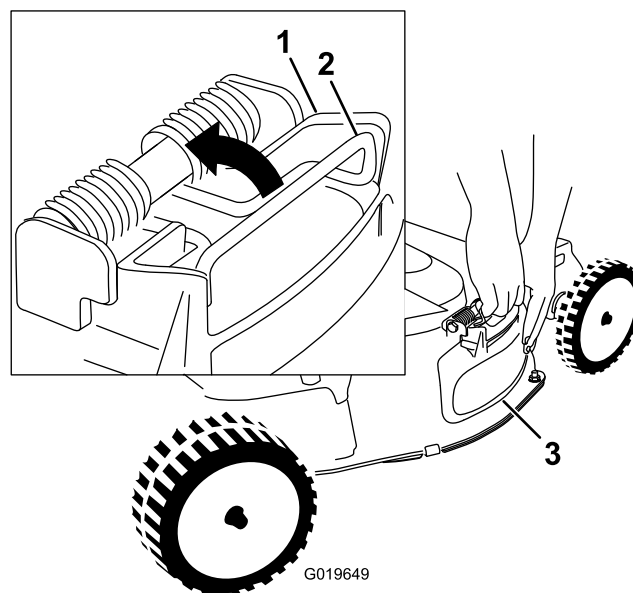

Figure 24
4. Déposez le déflecteur d'éjection latérale en tirant sur le ressort qui le maintient en place (Figure 24).